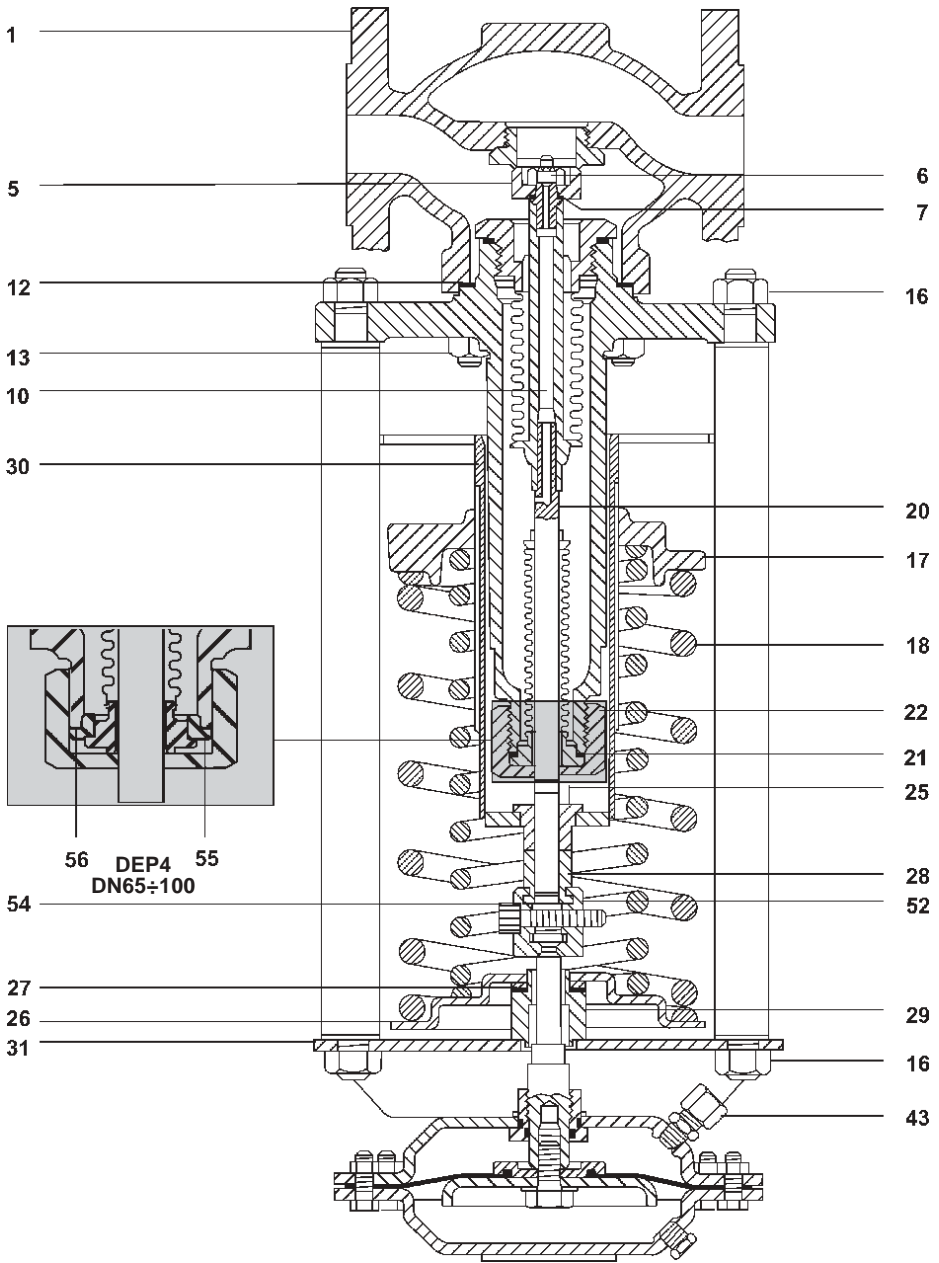

Fig.10 DN25÷50
4.4.2 Come sostituire la/le molla/e di regolazione (Fig. 10).
- Ruotare il piattello spingimolla (17) per scaricare completamente la/le molla/e (18).
- Staccare la tubazione del segnale di pressione a monte dall'apposito attacco (43) e separare l'attuatore dalla valvola come indicato nel paragrafo 4.4.1.
- Svitare i dadi delle colonne di sostegno (16) e togliere la staffa di montaggio (31) il portacuscinetto (29), il cuscinetto a rulli (27), il piattello di supporto molla (26) e la/le molla/e di regolazione (18).
4.4.3 Come sostituire il gruppo soffierto di tenuta (Fig. 10).